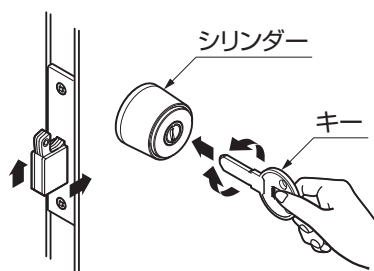

図 7-1 シリンダー
①シリンダー、サムターンを手で回し施解錠できます。(図7-1、7-2参照)